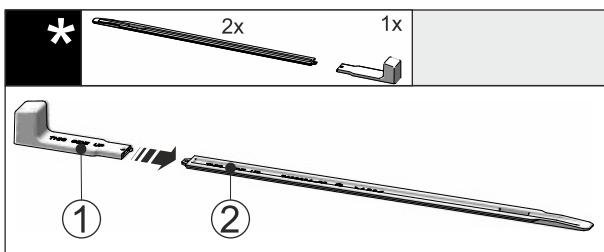

Fig. 43
- ▶ Postavite montažnu ručku Fig. 43 (1) na šinu za Fig. 43 (2) niveliranje.